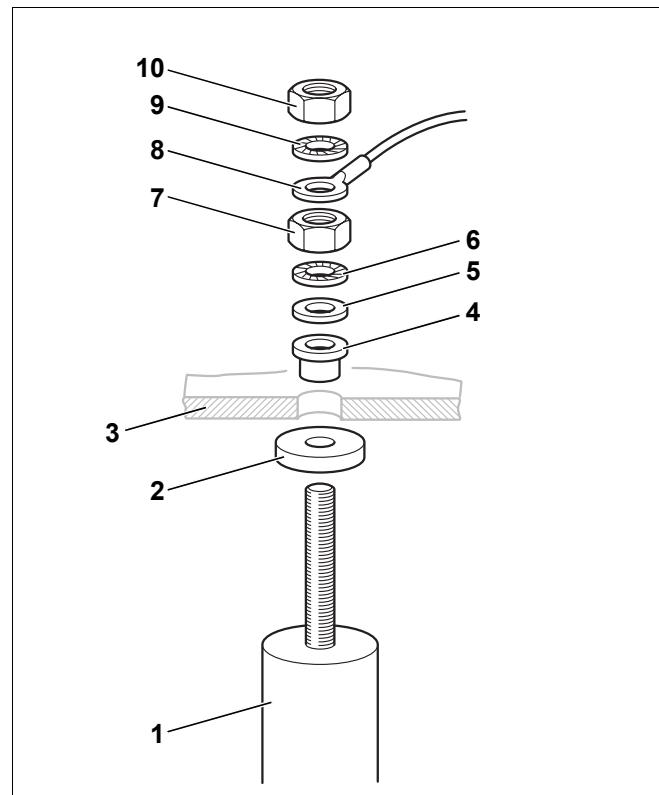

Рис. 15 Замена магниевого анода
- Проверить износ магниевого анода (рис. 15, **поз. 1**). Заменить анод, если его диаметр уменьшился примерно до 15 – 10 мм.
- Отвернуть гайку M8 (рис. 15, **поз. 10**), чтобы освободить ушко заземляющего провода (рис. 15, **поз. 8**).
- Отвернуть гайку M8 (рис. 15, **поз. 7**).
- Снять крышку люка (рис. 15, **поз. 3**) с магниевого анода (рис. 15, **поз. 1**).
- Установить новый магниевый анод со всеми мелкими деталями, входящими в поставку, как это показано на рис. 15.